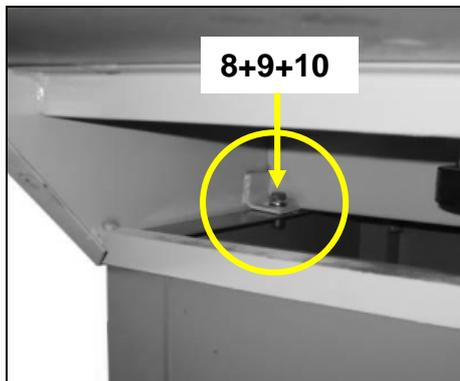

Fig 14
- Fixez la machine sur le socle avec 2 vis hexagonales M10x20 (10), 2 rondelles freins de 10mm (9), et 2 rondelles plates de 10mm (8) (Fig 14).
- Remontez et fixez le panneau avant (12).